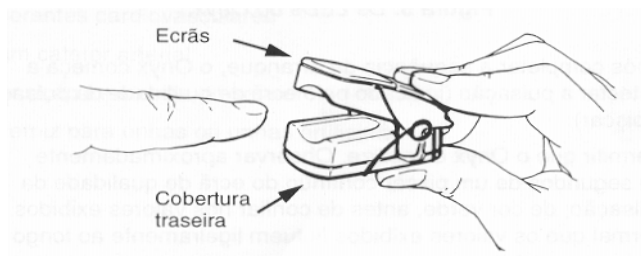

Figura 4. Aplicar o Onyx 9500.
1. Inserir o dedo do paciente no Onyx 9500, com o lado da unha virado para cima (Figura 4), até que a ponta do dedo toque o guia de paragem incorporado.